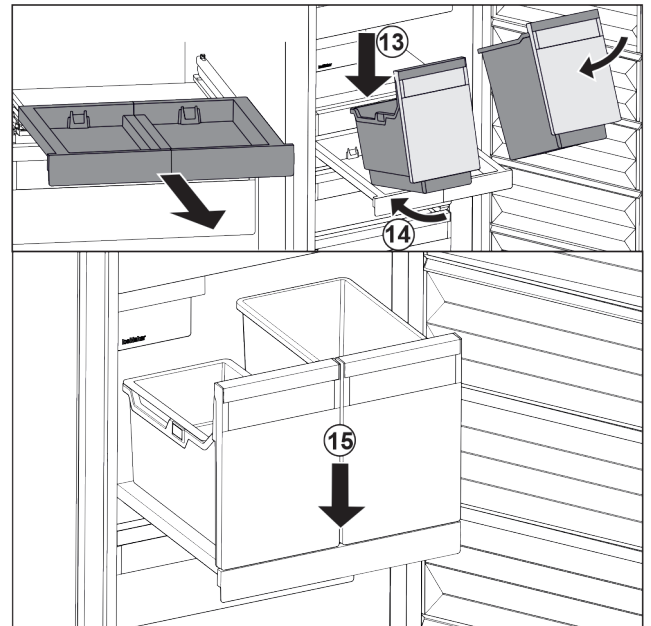

Fig. 110
- ▶ Colocar los recipientes inclinados sobre el estante extraíble. *Fig. 110 (13)*
- ▶ Introducir los recipientes inclinados hacia atrás. *Fig. 110 (14)*
- ▶ Depositar los recipientes por delante. *Fig. 110 (15)*